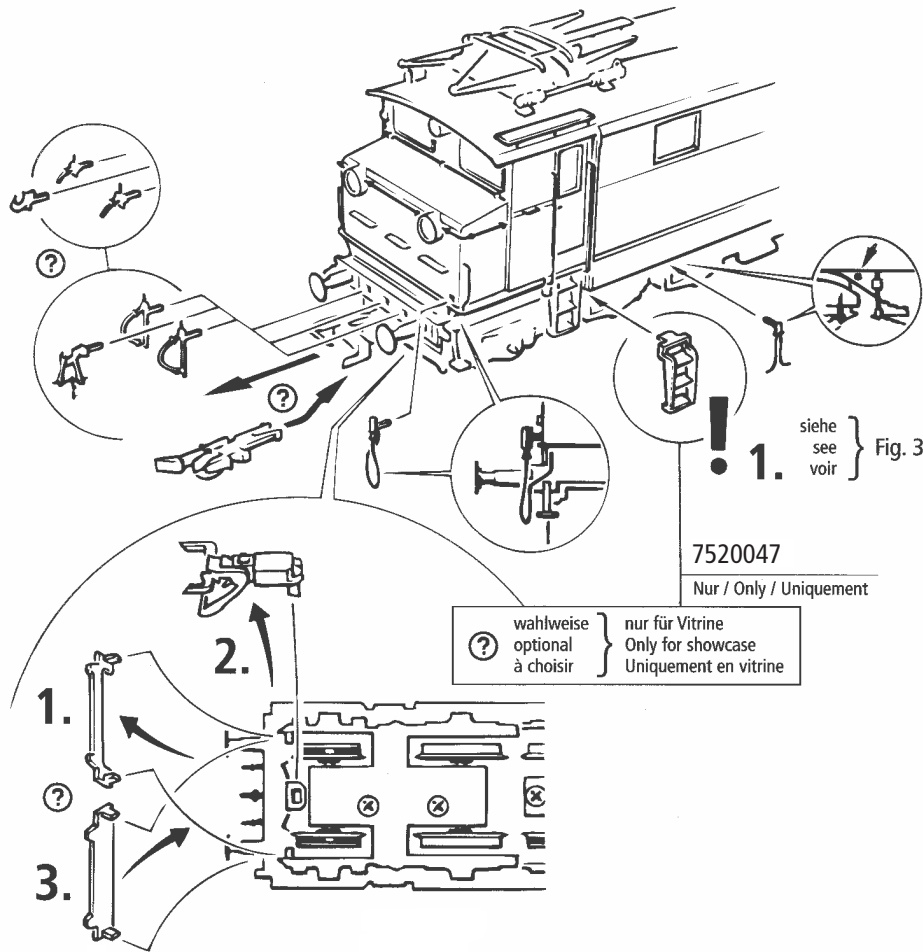

Fig. 3
Mehrzugbetrieb: Zuerst Lokgehäuse abnehmen (Fig. 3). Danach den Brückenstecker aus der Schnittstelle entfernen (diesen sorgsam aufbewahren). Danach den Stecker des Dekoders lagegerecht einsetzen (Fig. 7).
2. Schmierung: Versehen Sie die im Schmierplan in Fig. 6 gekennzeichneten Stellen mit nur **kleinen Öltropfen**. Dazu zuerst das Lokgehäuse abnehmen (Fig. 3). Wir empfehlen den ROCO **Öler Art.-Nr. 10906**. Fürs Schmieren der Getriebeteile (Zahnräder, Schnecke) empfehlen wir das **ROCO-Spezialfett Art.-Nr. 10905**. Im Falle der Schmierung diese Teile **nicht ölen**.
4. Motorwechsel: Lokgehäuse abnehmen (Fig. 3). Danach wird der Motor ausgebaut und ausgetauscht (Fig. 8).
2. Lubrication: Apply **tiny oil drops** to spots marked in fig. 6. Prior to lubrication dismantle locomotive (fig. 3). We recommend using item no. **10906, ROCO oiler**. For lubrication the gearparts (e.g. cogwheels, worm) we would recommend our ROCO **special grease** (item no. **10905**).
4. Motor Changing: First remove loco body (fig. 3), and then the motor (fig. 8).
2. Graissage: N'appliquez **qu'une tout petite goutte** aux endroits indiqués par le plan de graissage (fig. 6) après avoir démonté la caisse de la locomotive (fig. 3). Nous vous recommandons **le graisseur à huile ROCO réf. 10906**. Pour graisser les engrenages (roues dentées, vis sans fin) nous vous conseillons la **graisse spéciale ROCO réf. 10905** pour engrenages en matières synthétiques. Lorsque vous utilisez cette graisse il faut éviter d'huiler ces composants.
4. Remplacement du moteur: Démontez la caisse (fig. 3). Démontez ensuite le moteur (fig. 8).
1. siehe } Fig.3
voir } Fig.3